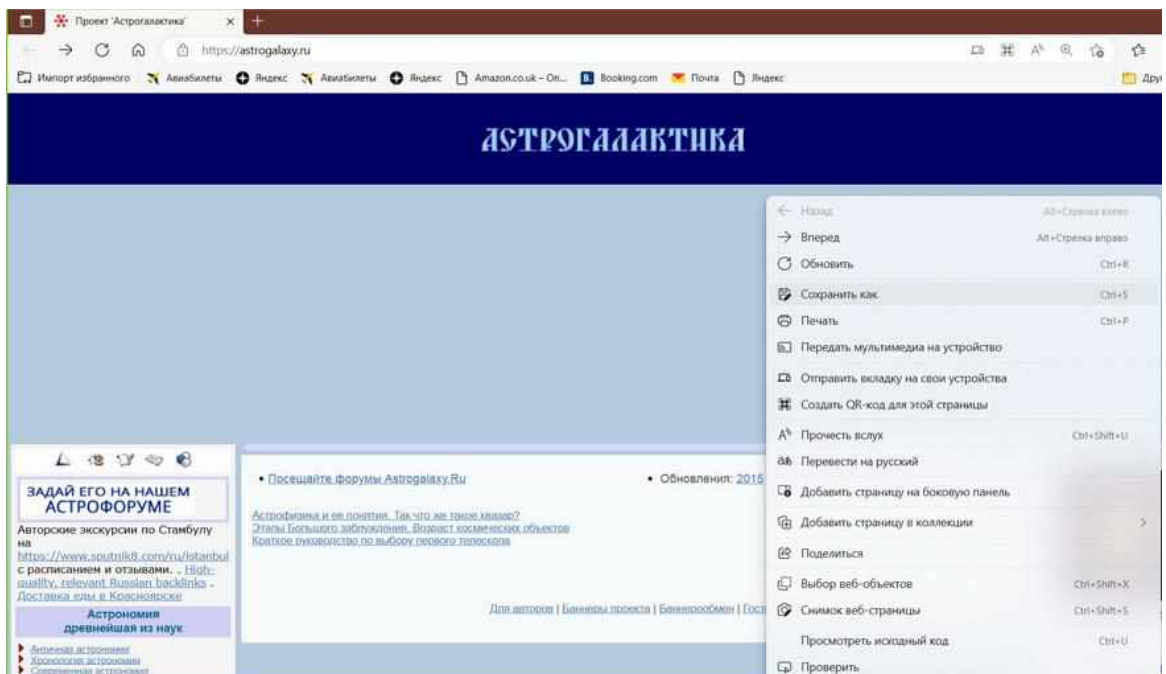

Рисунок 1 – Сохранение страницы
5. Сохранить страницу: щёлкнуть правой кнопкой мыши (ПКМ) → Сохранить как... Выполнить сохранение в созданной папке (рисунок 1).